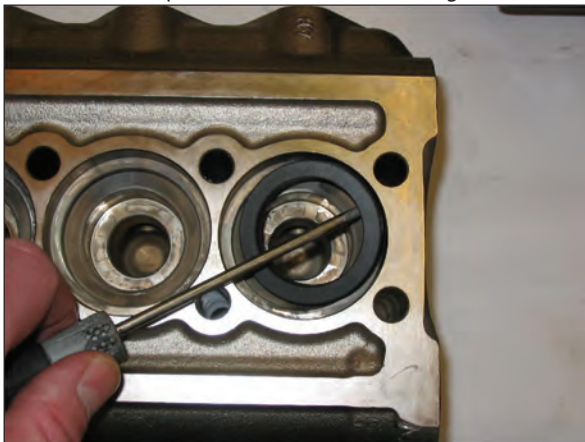

Abb. 21
C) Ziehen Sie die HD-Dichtungen vom Kopf und die ND-Dichtungen aus ihrer Halterung mithilfe einfacher Werkzeuge gemäß Abb. 21 heraus und achten Sie darauf, nicht die entsprechenden Sitze zu beschädigen.
**Beachten Sie die Reihenfolge zum Ausbau des Dichtungspakets, wie in Abb. 21 gezeigt.**